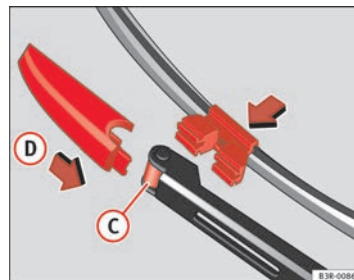

Abb. 175 Wischerblatt befestigen
- Das neue Wischerblatt in die Aufnahme des Scheibenwischerarms ⇒ Abb. 175 (C) einsetzen.
- Schieben Sie das Verriegelungsstück am Wischerblatt in Pfeilrichtung (D), bis es spürbar am Wischerarm einrastet. ▶